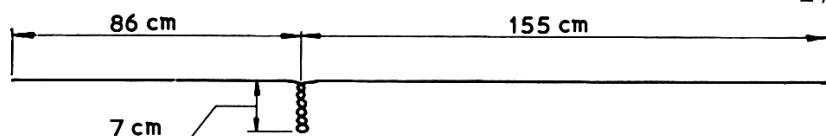

Fig. B37
27. Knip van het bruingekleurde wikkeldraad 255 cm af. In deze draad moet nu een **aftakking** worden aangebracht. In fig. B37 kun je zien hoe dat moet gebeuren. Pas eerst 86 cm af, houd de draad daar vast en pas nog eens 14 cm af. Vouw dit stuk van 14 cm dubbel en draai het in elkaar. Zo heb je een aftakking van ongeveer 7 cm gekregen.